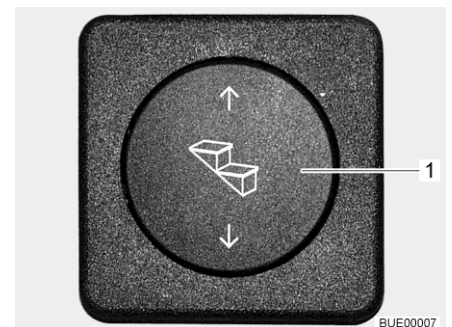

Fig. 8 Touche marchepied
- Appuyer sur la partie inférieure du bouton-poussoir basculant (Fig. 8,1) et la maintenir pressée (pendant au moins 3 secondes) jusqu'à ce que le marchepied soit entièrement sorti.
- Appuyer sur la partie supérieure du bouton-poussoir basculant (Fig. 8,1) jusqu'à ce que le marchepied soit entièrement ressorti.